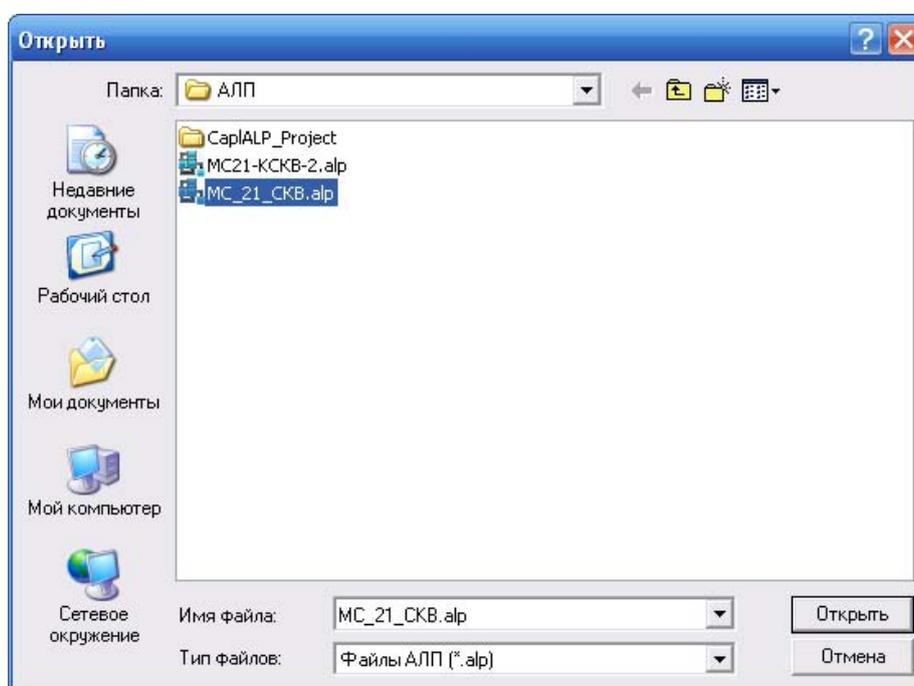

Рис. 2-9
- в поле **Имя файла** укажите путь к файлу, из которого добавляется проект по системе. Для этого нажмите на кнопку , в появившемся окне **Открыть** укажите путь к файлу проекта по системе и нажмите на кнопку **Открыть** (рис. 2-9).